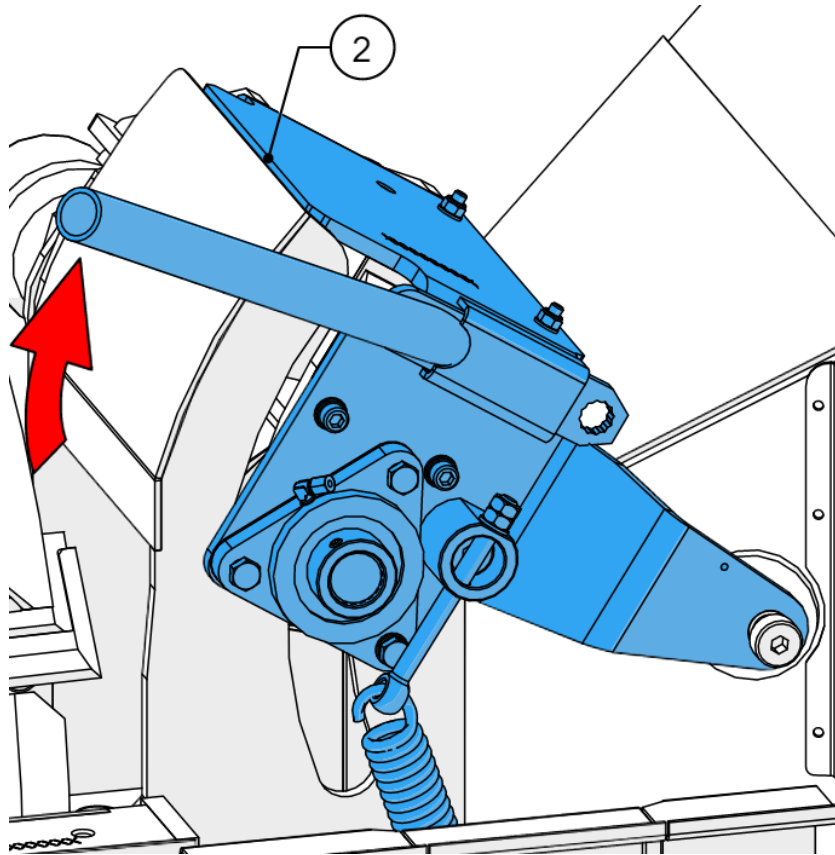

Figure 37 - Relevage du boîtier du rouleau d'alimentation supérieur
12. 2x personnes sont nécessaires pour cette étape. Une personne soulève le rouleau d'alimentation supérieur (2, Figure 37) en position complètement ouverte tandis que l'autre personne, portant des gants de protection et à l'aide d'un morceau de bois, dégage soigneusement le blocage de l'intérieur de la chambre d'alimentation.